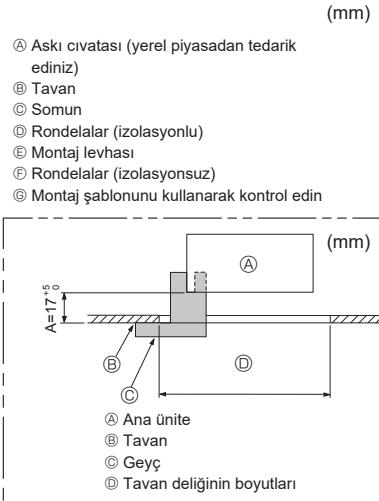

Fig. 3-7
- A işlemenin 17-22 mm değerleri arasında gerçekleştirilmemesine dikkat edin. Bu değerlerin dışına çıkılması teçhizatin hasar görmesine yol açabilir. (Fig. 3-7)